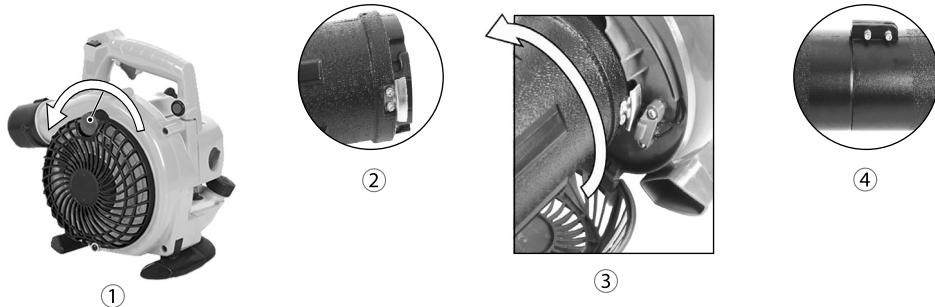

Fig. 4
5. Țineți capul de motor și roțiți șurubul de fixare a capacului ventilatorului (4) în direcție opusă acelor de ceasornic, șurubul ar trebui să rămâne cu capacul.
6. Selectați tubul de aspirator superior care are atașată urechea zăvorului a microcomutatorului (5).
7. Lăsați în jos capacul ventilatorului și introduceți tubul superior de aspirator (6) asigurându-vă că urechea zăvorului se aliniază cu microcomutatorul pe capul de motor. Împingeți tubul cât mai departe posibil și apoi roțiți în direcție contrară acelor de ceasornic.
8. Ataşați tubul inferior al suflantei (7) utilizând cele 2 șuruburi disponibile în cutia de instrumente. (Fig. 4)